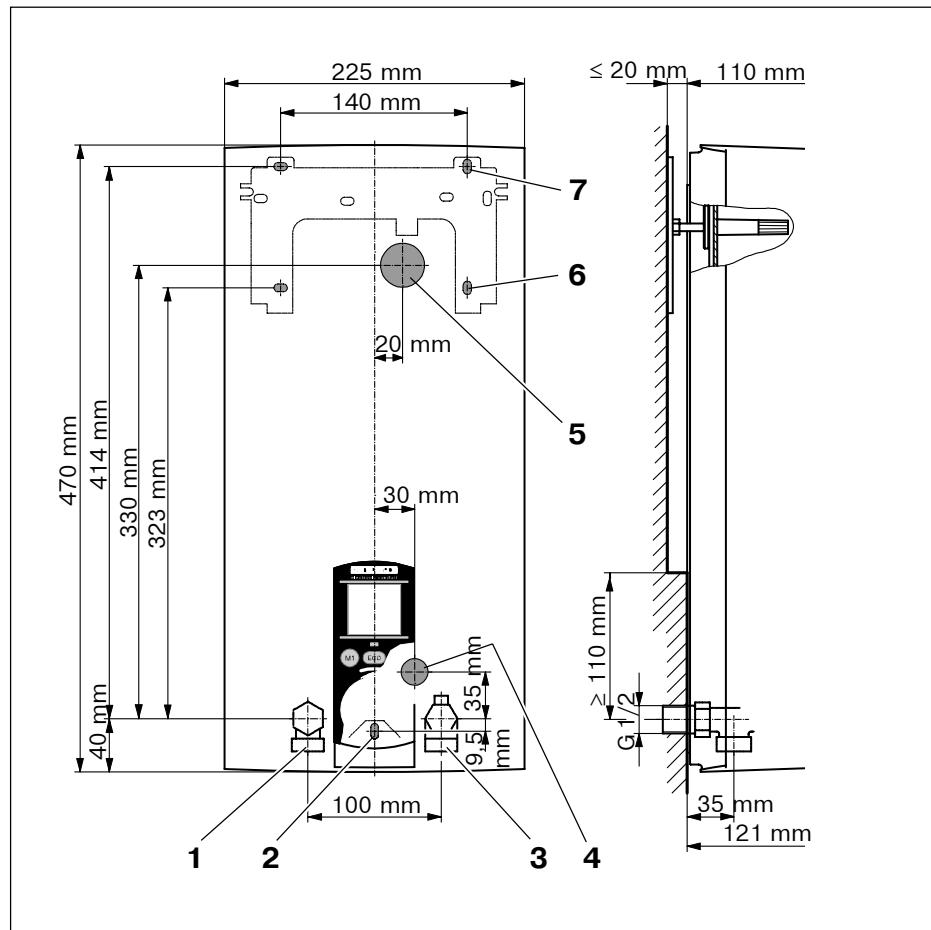
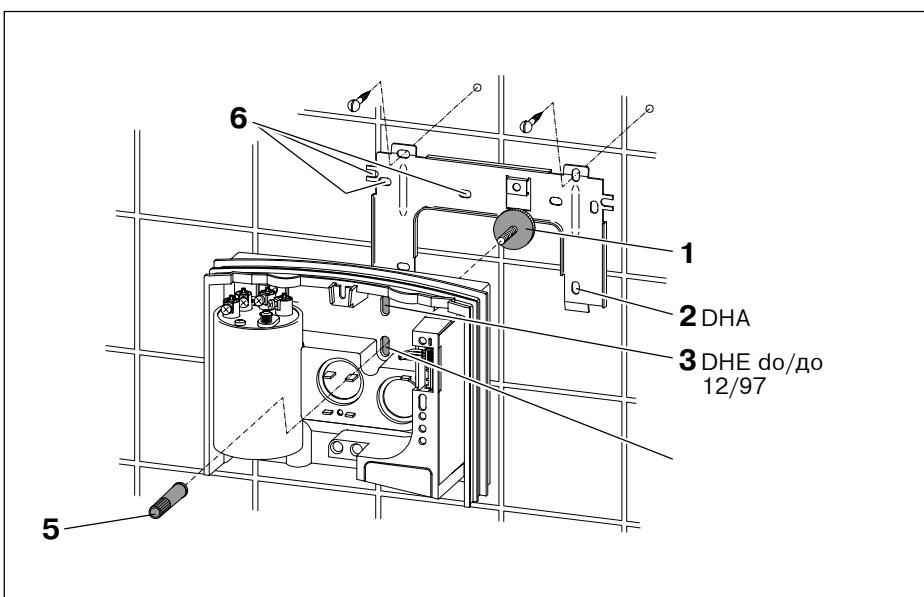

Рис. 10
Рис. 13
- Прибор монтируется вплотную к стене (обратить внимание на размеры, приведенные на рис. 10 і 110 мм). Укрепить прибор снизу (рис. 10, позиция **2**).
Пояснения к рис. 10
- Заднюю стенку прибора укрепить на монтажной планке в соответствии с рис. 13.
- Укрепить новую монтажную планку в соответствии с рис. 13.
- Укрепить прибор на монтажной планке с помощью винтовой гильзы (поз. 5) в соответствии с рис. 13. С помощью гайки с накаткой (поз. 1) можно сгладить неровности стены, например, неровности плитки до 20 мм (см. рис. 10).
Пояснения к рис. 13